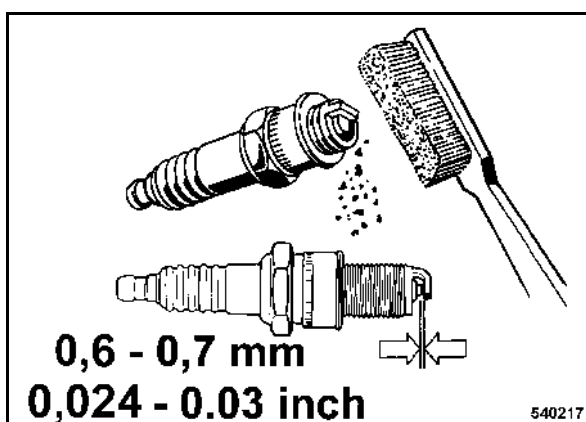

fig. 40
- Dévisser la bougie, vérifier son état et la nettoyer, si besoin (fig. 40).